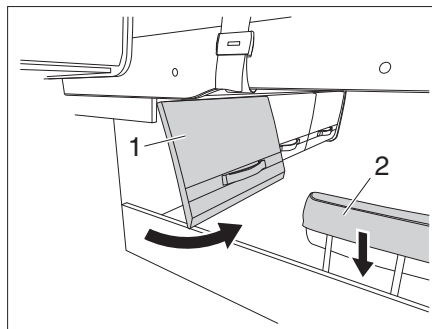

Bild 154 Förvaringslucka och nackstöd
- Öppna förvaringsluckan (Bild 154,1).
- Sänk nackstödet (Bild 154,2).